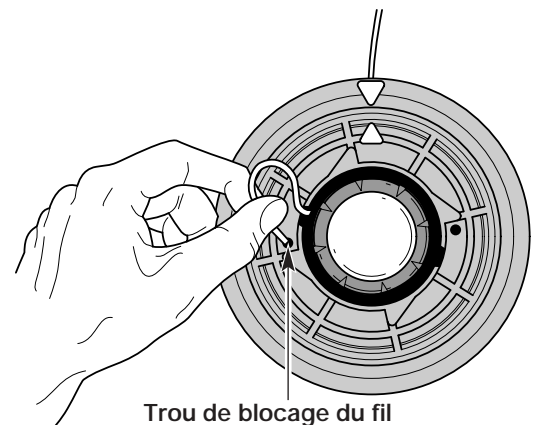

Fig. 18
5. Insérez le fil dans le trou de blocage (Fig. 18). N'enfoncez pas le fil de plus de 12,7 mm (1/2 po) dans le trou. S'il est inséré correctement, le fil forme une petite boucle (Fig. 18).